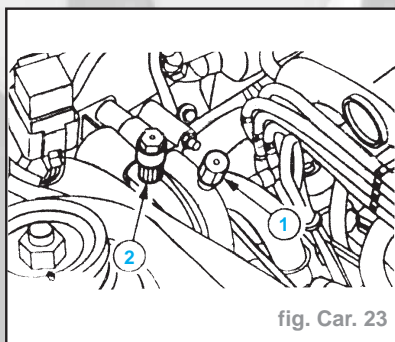

fig. Car. 23
- Grand diamètre intérieur pour le côté basse pression (1).
- Petit diamètre intérieur pour le côté haute pression (2).
- Brancher les canalisations de la station d'entretien (suite) (fig. Car. 23) :
- Côté basse pression (1)
- Côté haute pression (2)